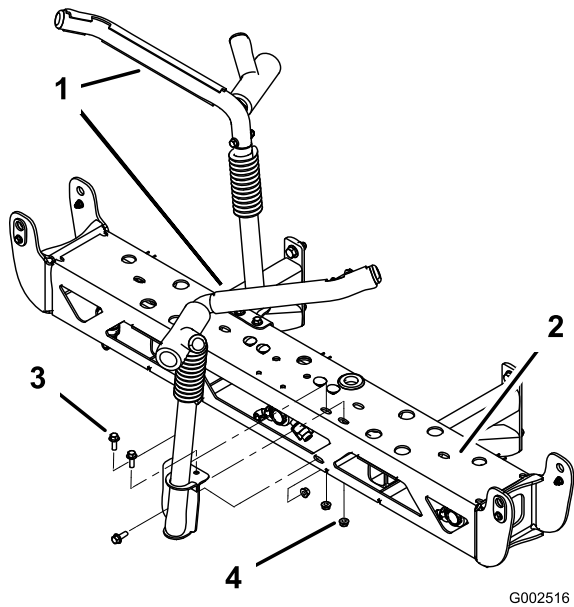

Figura 25
- Montate le intelaiature di sostegno per il trasporto sulla barra centrale, usando 6 bulloni (3/8 x 1-1/4 pollici) e 6 dadi di bloccaggio (3/8 pollice). Orientateli come illustrato nella Figura 25